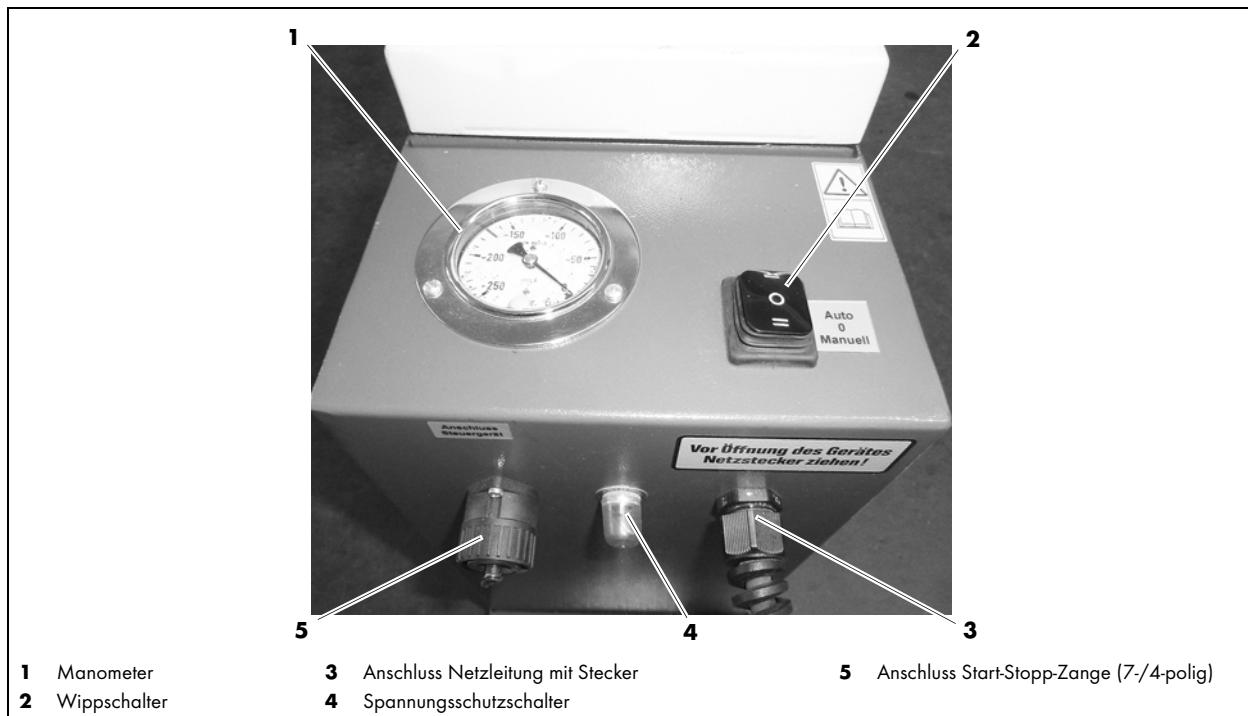

Abb. 6 Bedienelemente
- ⇒ Abb. 6 Bedienelemente auf Seite DE-18
⇒ Abb. 6 Bedienelemente auf Seite DE-18